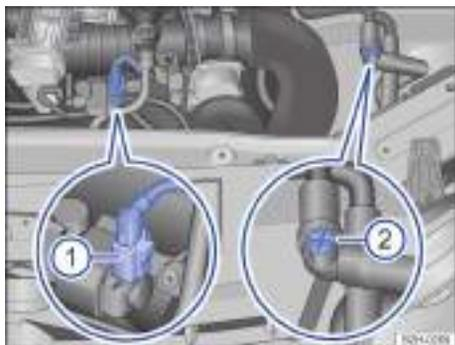

Fig. 178 En el compartimento del motor: conector ① y válvula de purga manual ②.
- ① Abra el capó del motor Δ → página 222.
- ② Extraiga la cubierta del motor hacia arriba y deposítela convenientemente en algún lugar.
- ③ Abra el depósito del líquido refrigerante del motor → página 230.
- ④ Gire la válvula de purga manual unas tres vueltas en el sentido contrario al de las agujas del reloj → fig. 178 ②.
- ⑤ Durante el llenado del sistema de refrigeración del motor, observe la válvula de purga y ciérrela si sale líquido refrigerante por la misma.
- ⑥ Desacople el conector situado junto a la varilla de medición del nivel de aceite y fíjelo convenientemente → fig. 178 ①. No vuelva a acoplar el conector hasta que no acuda a un taller especializado.
- ⑦ Llene el sistema de refrigeración del motor hasta el borde superior del depósito del líquido refrigerante, hasta que el nivel del líquido deje de descender.
- ⑧ Espere aprox. 5 minutos. ▶